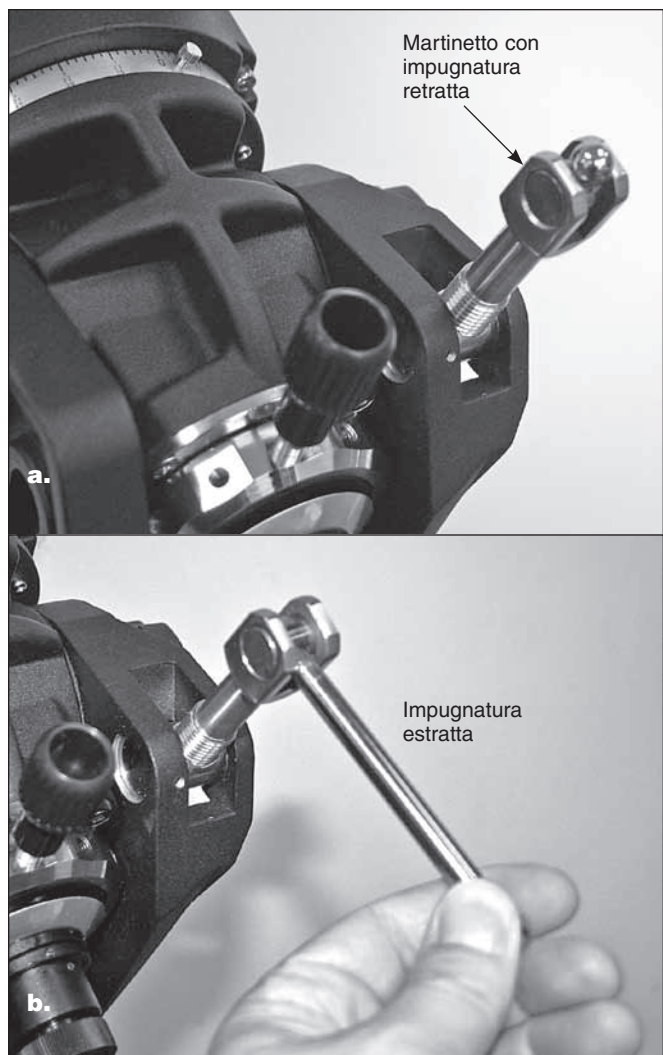

Figura 13. Martinetto dell'altitudine con impugnatura **a)** retratta ed **b)** estratta per un avvitarlo più comodo.
2. Individuare il martinetto dell'altitudine (**Figura 13**) ed estrarre l'impugnatura retratta da usare per girare il martinetto al fine di impostare l'elevazione dell'asse di ascensione retta per la latitudine del luogo. Fare riferimento alla scala della latitudine e al puntatore sul lato sinistro della montatura (**Figura 11b**). Se non si conosce la propria latitudine, consultare un atlante geografico o cercarla su Internet. Ad esempio, se la latitudine è 35° nord, posizionare il puntatore su 35. L'impostazione della latitudine non dovrà essere più modificata, a meno che la nuova posizione di osservazione non sia sostanzialmente distante.